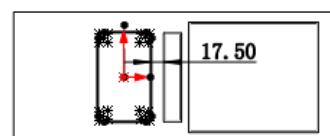

图 17.8.43 编辑草图
- (4) 编辑草图，如图 17.8.43 所示，退出草图环境。